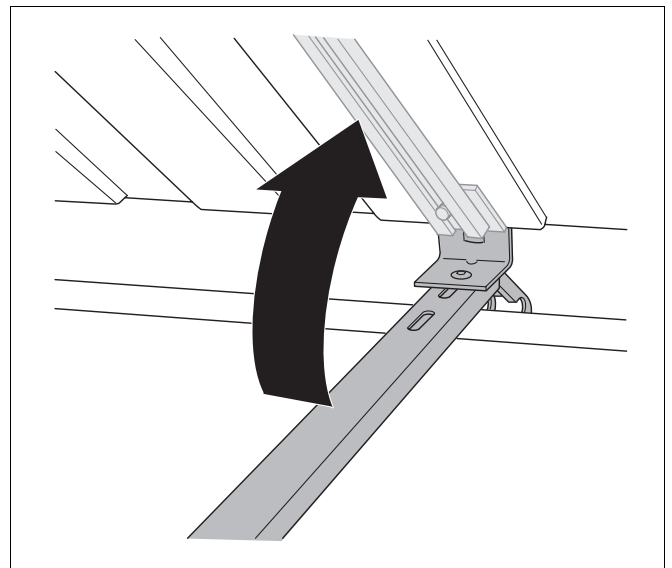

Abb. 5 Kollektorabstützung drehen und aufrichten
- Richten Sie nun die komplette Kollektorabstützung (Abb. 5) auf.